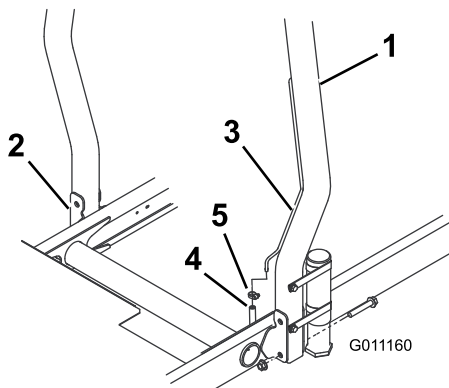

図 12
1. ROPS を機体の固定穴に差し込み、取り付け穴を整列させる。ROPSについている換気管が機体の左側にくるように配置すること (図 12)。
- ROPS のそれぞれの側をフランジヘッド・キャップスクリューとロックナット (各 2) で固定する (図 12)。81 N.m (8.3 kg.m = 60 ft-lb) にトルク締めする。